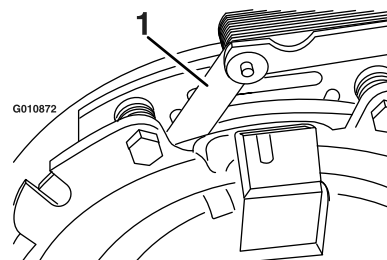
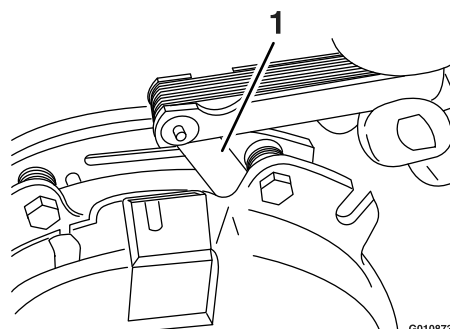

Figure 68
Figure 69
- E. À l'aide d'une jauge d'épaisseur de 0,025 cm (0,010 po), vérifiez qu'il existe un entrefer entre le rotor et la face de l'induit, de chaque côté du pôle de frein, comme montré à la Figure 68 et la Figure 69.